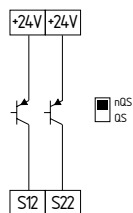

Fig. 13
**Commande à 2 canaux d'un dispositif de sécurité électronique (basé microprocesseur) relatif à la sécurité avec des sorties statiques à commutation P, p.ex. AOPDs selon IEC 61496 (Fig. 13)**